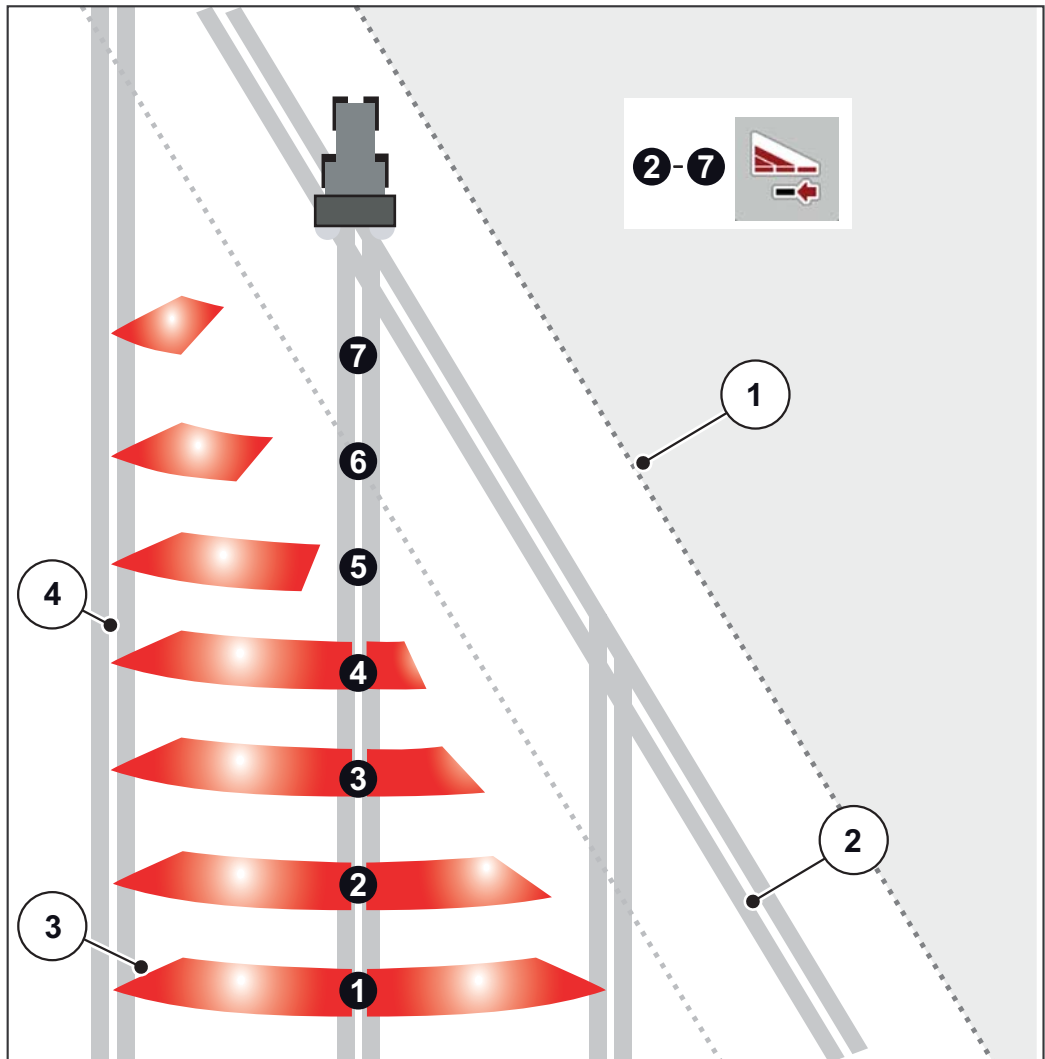

Imagen 5.6: Conexión de anchuras parciales automática
- La conexión de anchuras parciales puede realizarse de fuera hacia dentro o de dentro hacia fuera. Véase Imagen 5.6.